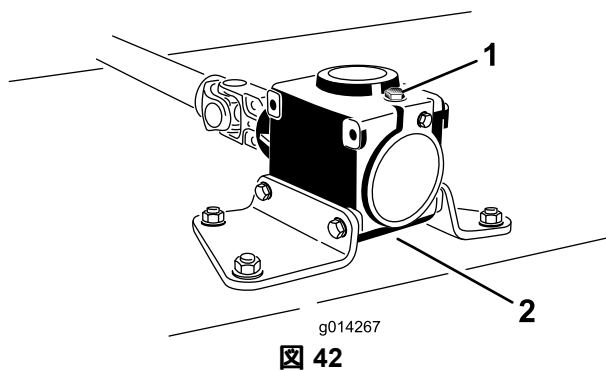

図 42
6. ギアボックスの上部についているディップスティック兼給油プラグ(図42)を取り、オイルの量が、ディップスティックについている2本のマークの間にあることを確認する。
6. ギアボックスの上部についているディップスティック兼給油プラグ(図42)を取る。